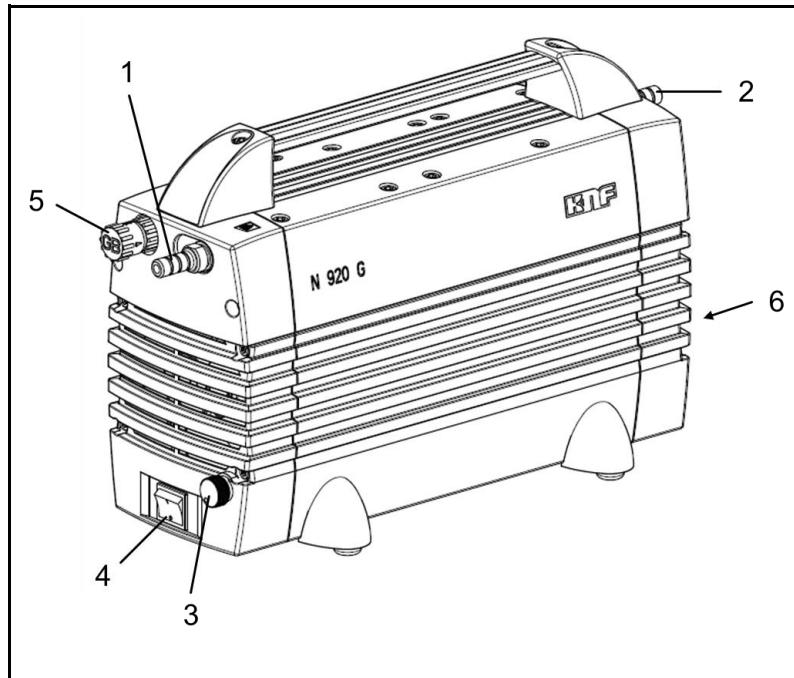

Fig. 2: N 920 KT.29.18G
Utiliser le câble de raccordement pour connecter la pompe avec le contrôleur de vide VC 900 ((Fig. 2/6, voir chapitre 10.2 Accessoires pour le câble de raccordement). Pour plus d'information sur le raccordement voir le mode d'emploi du VC 900).5. Enfoncer la fiche du câble électrique dans une prise de courant de sécurité installée dans les règles de l'art. |
- Mettre en marche la pompe avec l'interrupteur (voir fig. 2).
- Arrêter la pompe avec l'interrupteur (voir fig. 2).
Le potentiomètre (fig. 2/3) permet de varier le régime de la pompe. Il est ainsi possible de régler le débit nominal.